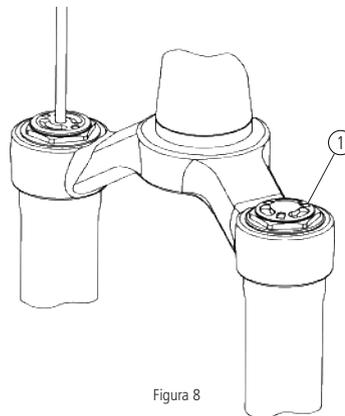

Figura 8
- Retire a tampa da válvula da câmara de ar (1) figura 8;